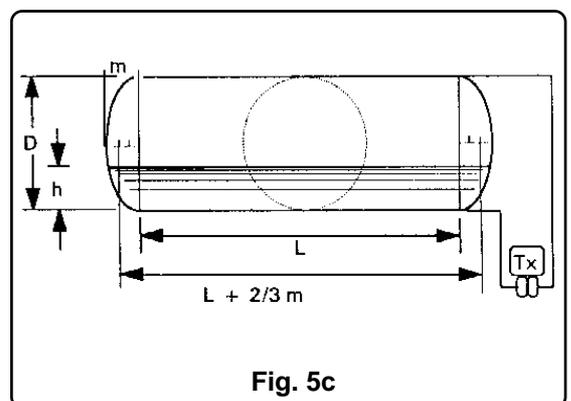

Fig. 5c
c) Tanque cilíndrico con extremos elípticos o pseudoelípticos (ver la Fig. 5c). La instalación del transmisor permite medir la altura "completa" del tanque. El polinomio del precedente punto a) se puede usar también en este caso. El volumen se puede deducir a partir de la siguiente fórmula empírica:
donde 'm' es la longitud del eje menor de la elipse (ver la Fig. 5c).